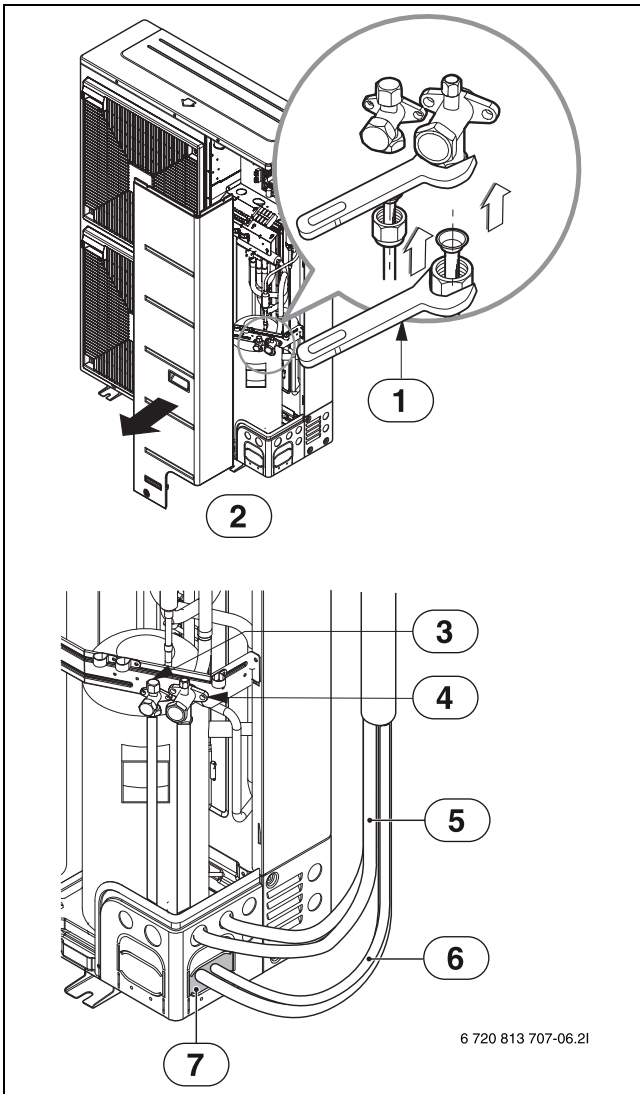

Рис. 23
- Уплотните трубные проходы мастикой или изоляционным материалом (предоставляет заказчик). При этом все отверстия должны быть закрыты (→рис. 23).